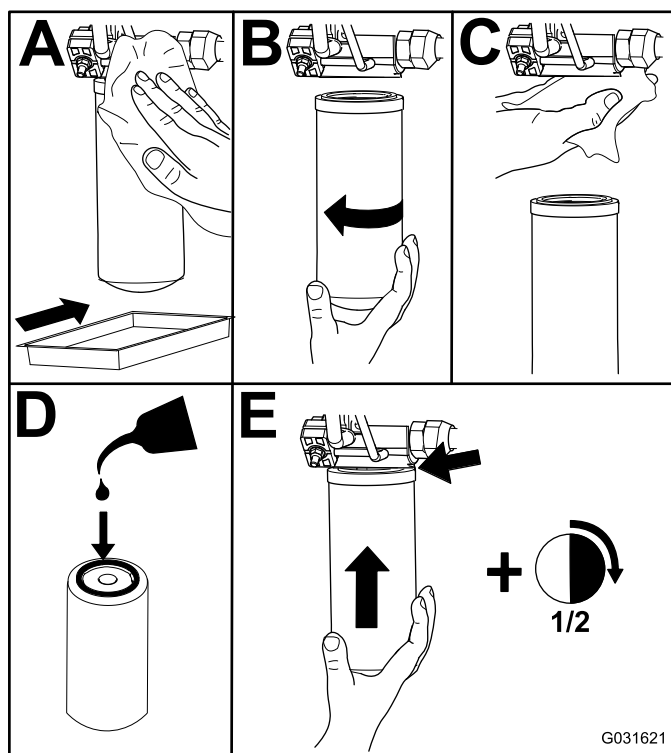

Figura 117
- Sostituite i filtri idraulici (Figura 117).